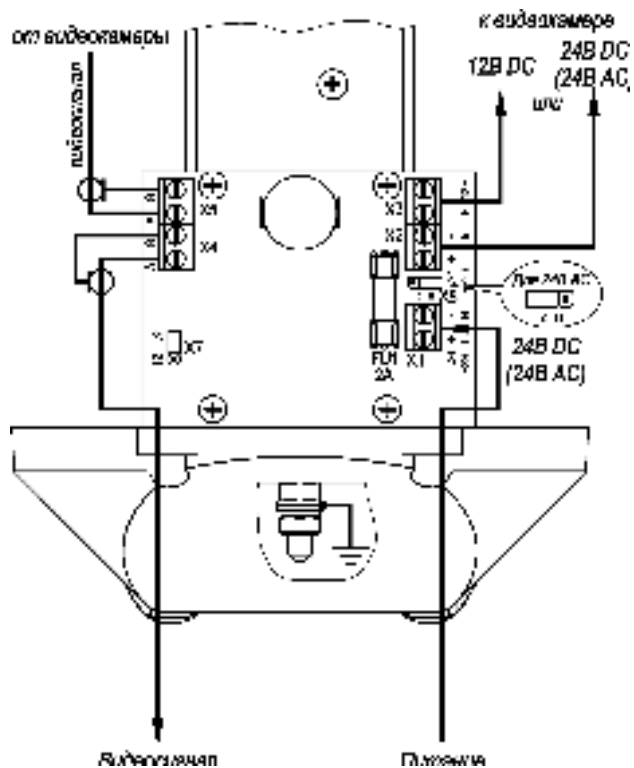

Рис.2 Подключение ТГБ-7-24/12(24); ~24/12(~24)
4. Подсоединить видеокамеру к контактам платы коммутации в соответствии со схемой подключения (рис.2, 3 или 4).
5. Ввести через гермовводы внешние кабели (кабель видео или интерфейсный кабель и кабель питания) и подключить их к плате коммутации (рис.2 или 3).
– X7 в положение «31» - мощность обогрева 31 Вт, для изменения мощности на 21 Вт джампер X7 необходимо переставить в положение «21» (см. рис.2 и 3);
– для ТГБ-7- 24/12(24); ~24/12(~24) предприятием изготовителем джампер X8 установлен в положение «=» – напряжение питания 24В DC, для питания гермобокса переменным напряжением 24В необходимо переставить джампер X8 в положение «~» (см. рис.2).